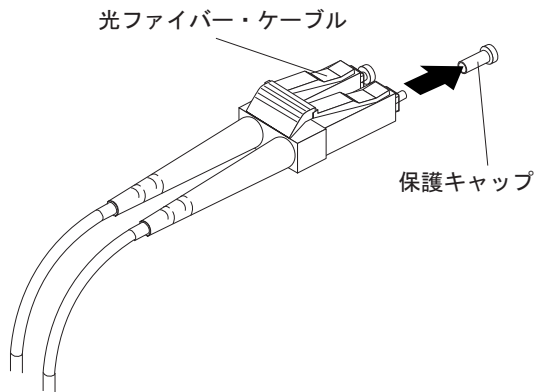

図 21. 光ファイバー・ケーブルの保護キャップの取り外し
3. 44 ページの図 21 に示すように、LC-LC ケーブルの一方の端から保護キャップ 2 個を取り外します。将来の利用のために、保護キャップを保管しておきます。